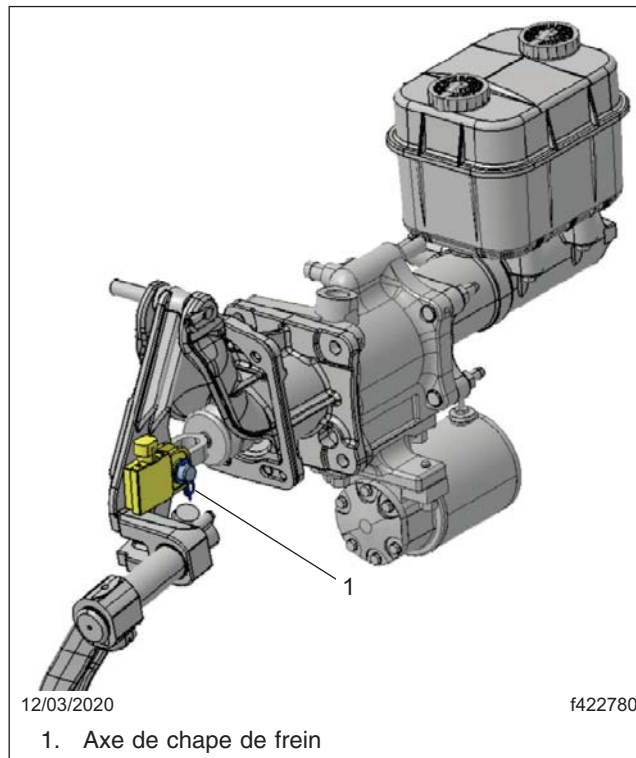

Fig. 12, Retrait de l'axe de chape de frein
11. Retirez l'axe de chape du frein et le contacteur de la pédale en déconnectant l'attache de l'extrémité de la chape et en faisant glisser l'axe hors de la pédale. Reportez-vous à la **Figure 12**.